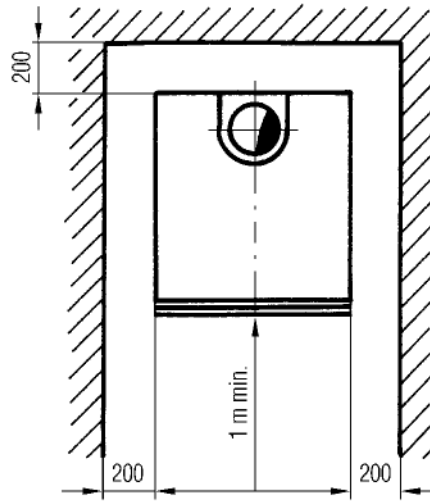

Fig. 5
En outre il faut respecter les distances minimales indiquées ci-dessous (fig. 5).
*Controleer of het vertrek waarin de verwarmingsketel zal worden opgesteld over ale kenmerken beschikt die worden voorgeschreven door de reglementen inzake thermische installa ties op gas. U moet bovendien de minimumafstanden in acht nemen die u vindt op de onderstaande figuur (fig. 5).*